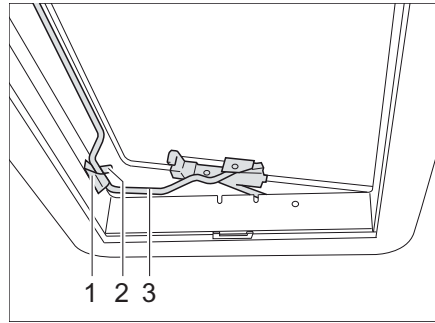

Fig. 52 Lanterneau Heki en position de ventilation 2
- Insérer l'étrier (Fig. 52,3) dans le support (Fig. 52,1).
- Placer le levier (Fig. 52,2) sur l'étrier.